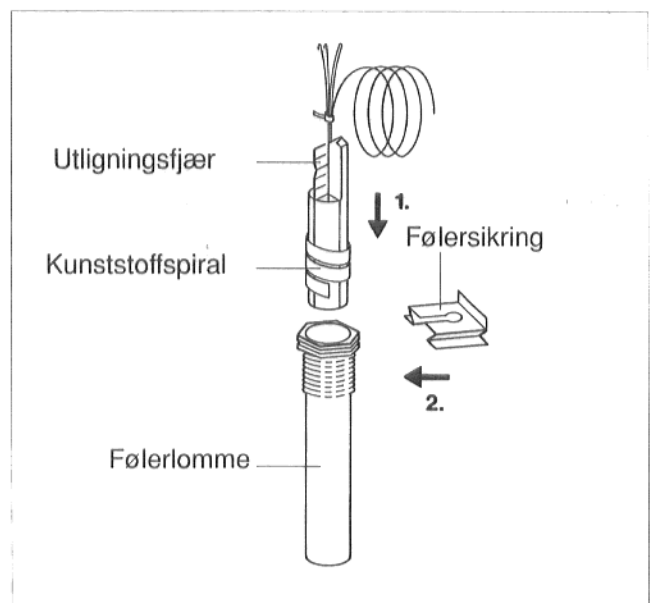

fig. 19
- Temperaturføleren stikkes inn i følerlommen frem til anslaget. Kunststoffspiralene skyves høved automatisk tilbake. Utligningsfjæren må skyves med inn i følerlommen (fig. 19).
- Følersikringen (inngår i kontrollpanel-leveransen) trykkes fra siden eller ovenfra på følerlommehodet (fig. 19).